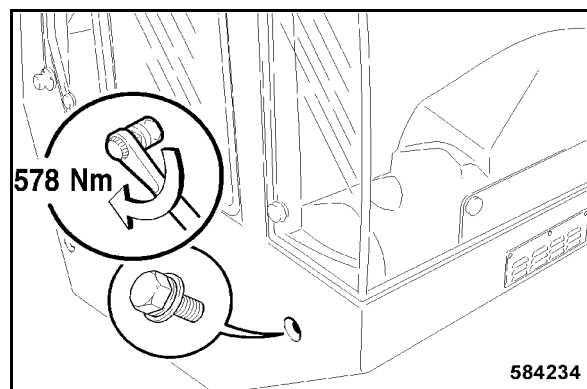

Fig. 219
- Serrer la vis de fixation avant latérale droite à un couple de 578 Nm (Fig. 219).